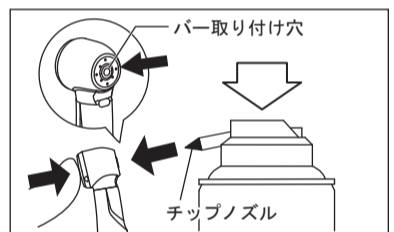

図10
- 2) プッシュボタンを軽く押しながらバーの取り付け穴へ直接スプレー注油を行います（図10）。